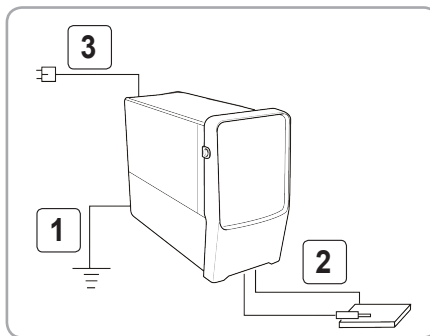

Fig.3
- După ce ați introdus ștecherul în priză (fig.3 (3)), asigurați-vă că acestea au fost cuplate corect; în caz contrar acestea se vor supraîncălzi dacă se lucrează cu ele o perioadă mai lungă de timp și dacă valorile curentului sunt ridicate. Acest lucru este foarte important.